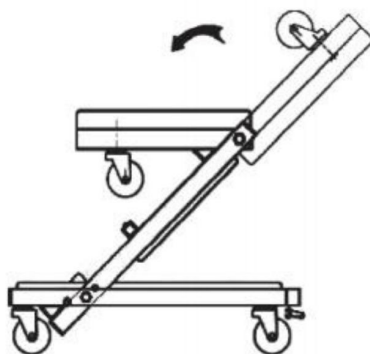

Figure 4 - Adjusting Creeper to seat configuration
(Fig. 4). Assicurarsi che il perno di bloccaggio sia completamente inserito.
1. Desbloquee el pasador de bloqueo con resorte tirando hacia afuera hasta que se suelte. Al mismo tiempo, gire el marco de la cabeza y el marco central hacia arriba y hacia atrás, hacia la sección del marco trasero, hasta que el pasador de bloqueo pueda encajar en el manguito de bloqueo del asiento del carro. (Fig. 4). Asegúrese de que el pasador de bloqueo esté completamente encajado.